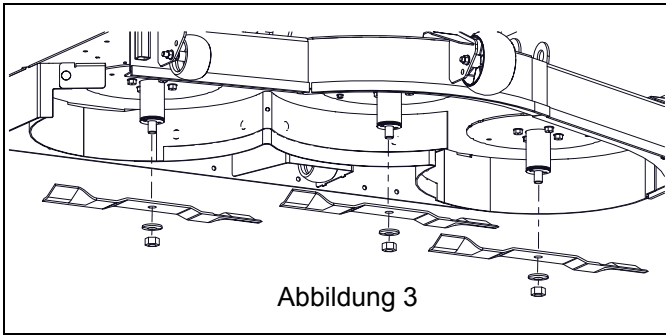

Abbildung 3
5. Die drei 5/8" Sechskantmuttern und die Unterlegscheiben entfernen, die die Mähmesser halten, Mähmesser entfernen. Alle Teile außer Mulchkit aufbewahren. Muttern und Unterlegscheiben für die Installation des Kits aufbewahren. Siehe Abbildung 3.